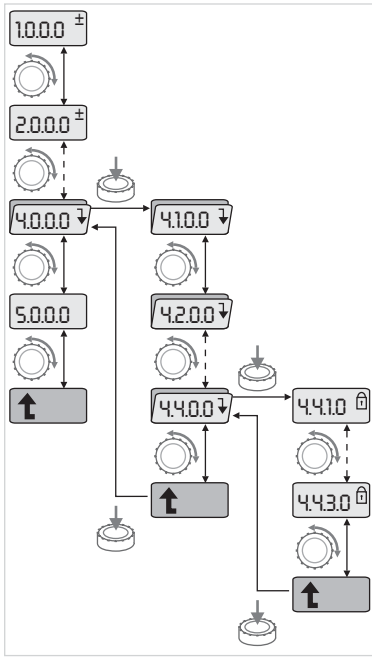

Fig. 37: Navigatievoorbeeld
- De algemene navigatie in het menu als volgt uitvoeren (voorbeeld, zie Fig. 37):